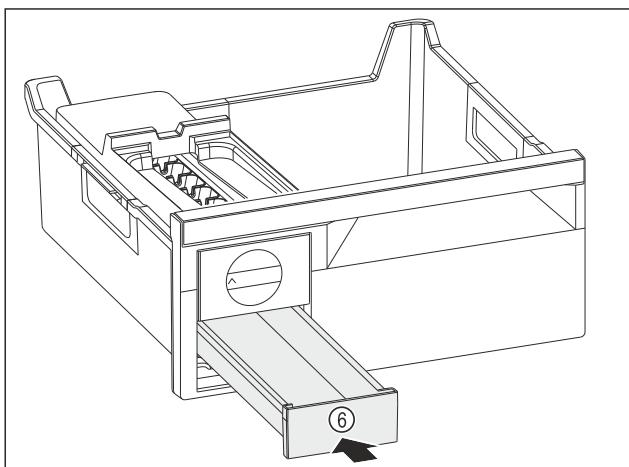

Fig. 188
- Predal za ledene kocke Fig. 188 (6) potisnite noter.